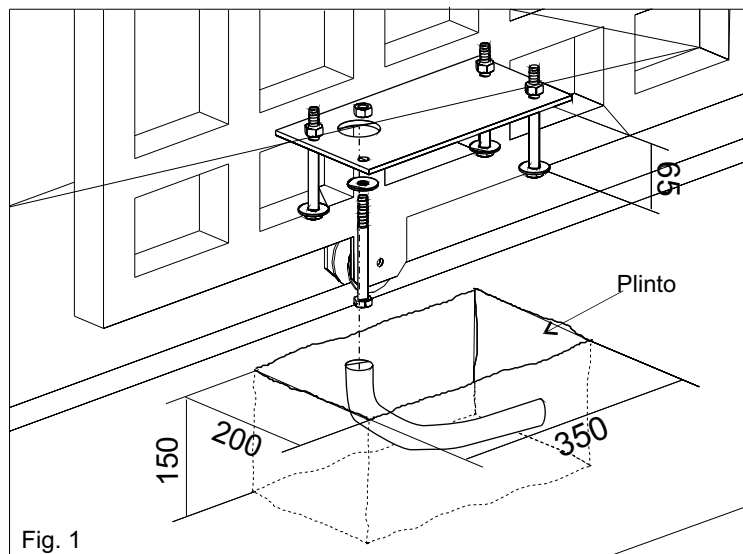

Fig. 1
**2.1.** Predisponer según la medida indicada en la Fig. 1 una plazoleta de cemento dentro de la cual vendrá murada una placa de fundación y los pernos de anclaje